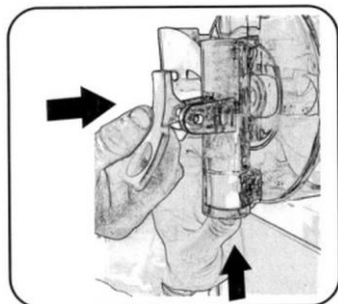

Fig. 41
5. Maintenir le boulon du robinet de vidange pressé vers le haut jusqu'à ce que l'orifice carré apparaisse où il faut introduire la poignée (fig. 41).